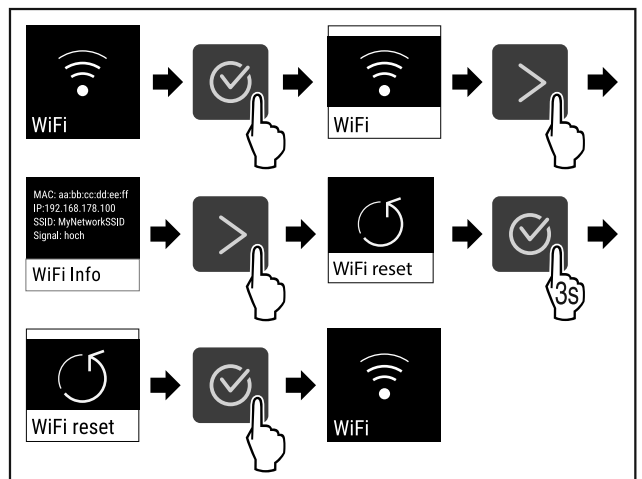

Fig. 88
- ▶ Vykonajte kroky akcie (pozri Fig. 88).